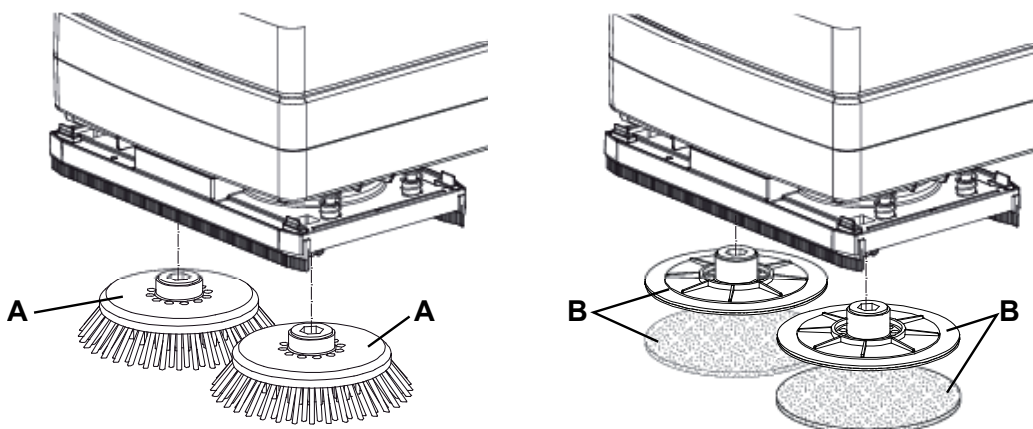

Abbildung 1
Das Gerät wird mit eingesetzten Bürsten geliefert (A, Abb. 1). Je nachdem, welcher Boden gereinigt werden soll, können die Bürsten (A) gegen die Padhalter mit Pad (B) ausgetauscht werden.
1. Gerät durch Herunterdrücken des Schubbügels (2) anheben.
2. Bürsten (A, Abb. 1) bzw. Padhalter mit Pad (B) in die beiden Naben am Kopf (9) einsetzen.
3. Gerät mit dem Schubbügel (2) absenken.